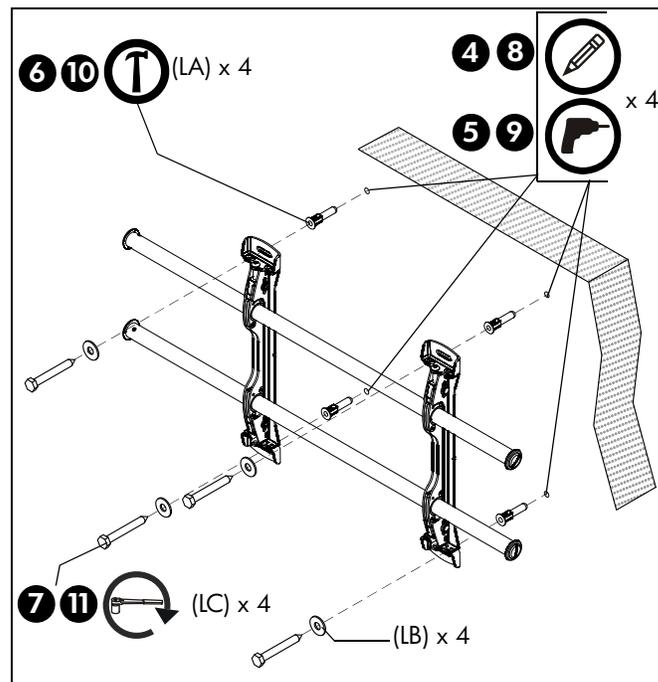

рис. 3
4. При помощи уровня сделайте на стене отметки в местах размещения верхних монтажных отверстий. (См. рис. 3)
6. Забейте молотком дюбели (LA) в каждое направляющее отверстие.
7. Прикрепите верхнюю часть крепления к дюбелям в стене с помощью двух болтов $5/16 \times 2-1/2''$ (LC) и двух плоских шайб $5/16''$ (LB).
8. Отметьте точки размещения нижних монтажных отверстий. (См. рис. 3)
9. Просверлите в отмеченных местах по одному направляющему отверстию. (См. рис. 3)
10. Забейте молотком дюбели (LA) в каждое направляющее отверстие.
11. С помощью двух болтов $5/16 \times 2-1/2''$ (LC) и двух плоских шайб $5/16''$ (LB) прикрепите крепление через нижние монтажные отверстия. (См. рис. 3)